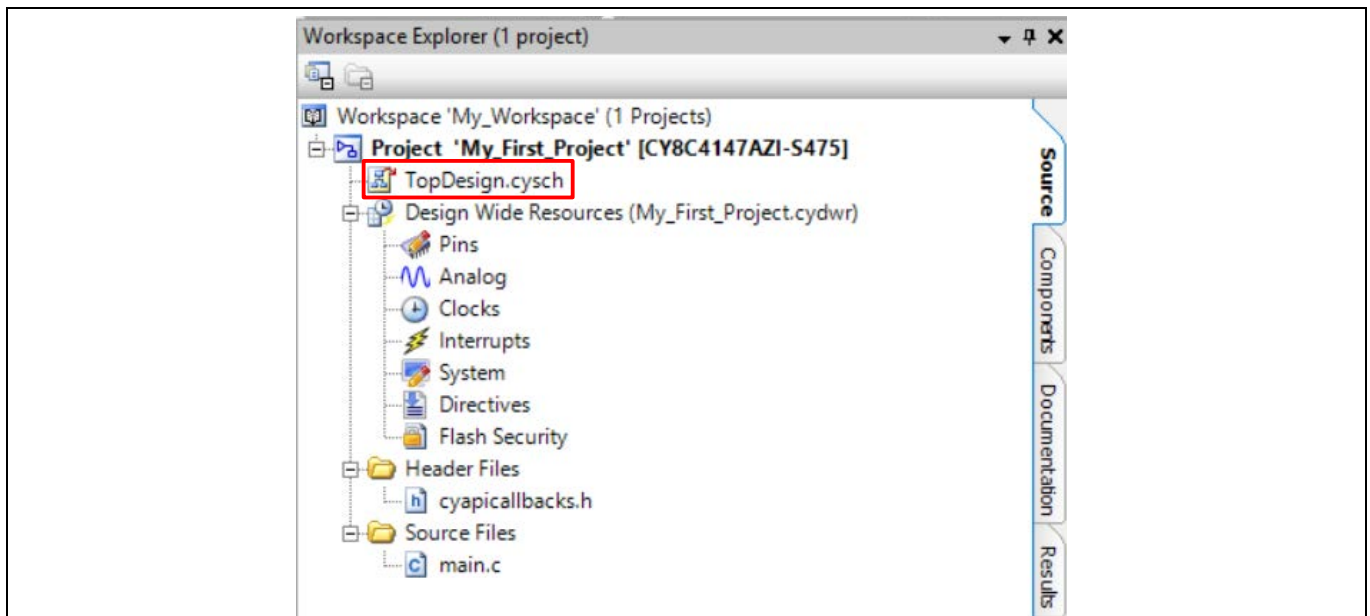

Figure 37 TopDesign 回路図を開く
5. **Workspace Explorer** (Figure 37 を参照) に示すように、新規プロジェクトを作成すると、ファイルのベースラインセットを含むプロジェクトフォルダが作成されます。*TopDesign.cysch* をダブルクリックし、プロジェクトの回路図ファイルを開いてください。